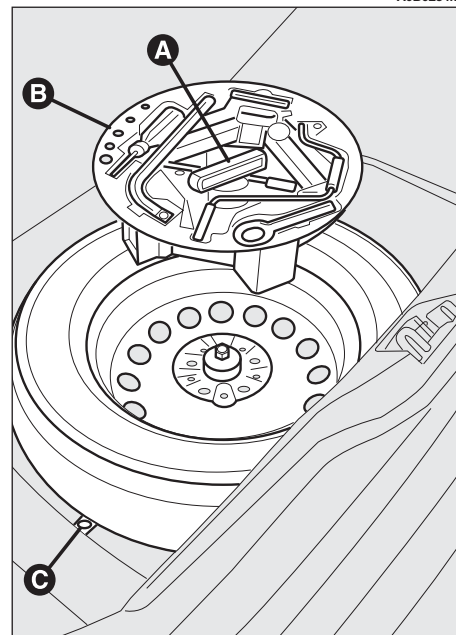

fig. 2
– Svitare il dispositivo di bloccaggio (maniglia) (**A-fig. 2**).
– sistemare il contenitore degli attrezzi sul ruotino e fissare il tutto con il dispositivo di bloccaggio (**A-fig. 2**).